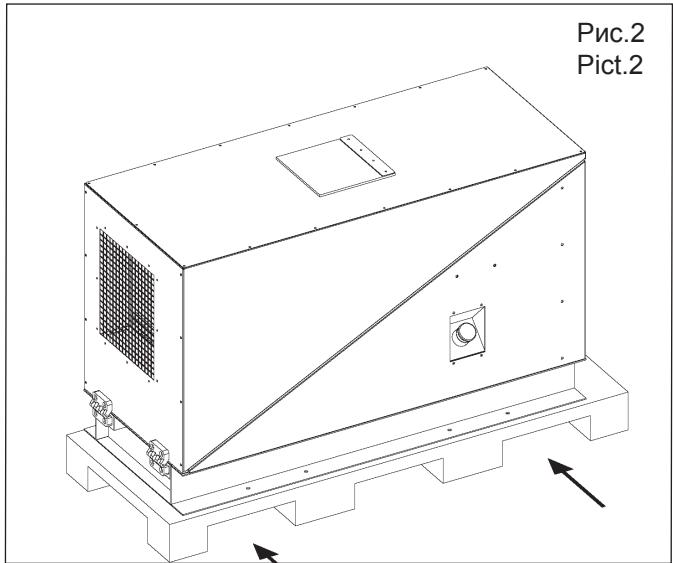

Рис.3
- позиционировать генератор на поддоне, его правильно установить и, после этого, его поднять употребляя автопогрузчик для перемещения(Рис.3).